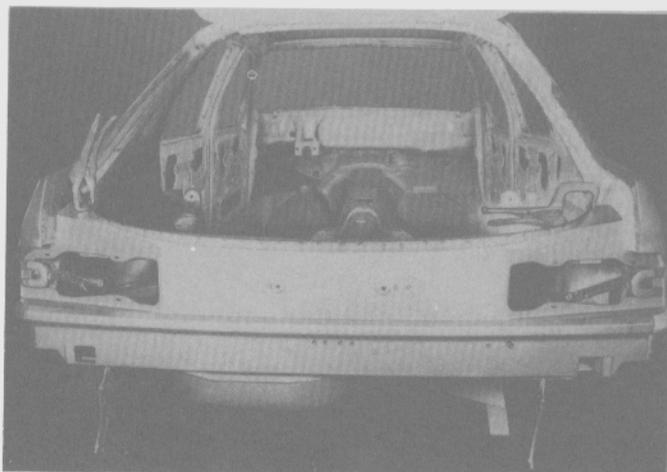

Fig. 277
- Montar el panel trasero y sujetarlo con pinzas (Fig. 277), comprobando que la separación con el portón sea correcta y que quede en línea con el panel lateral.